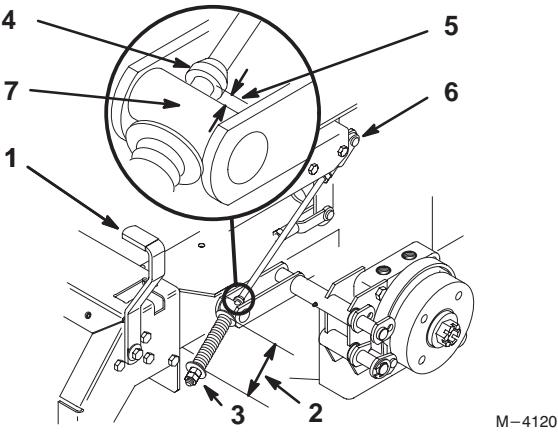

Figure 56
2. Mesurer la longueur du ressort entre les rondelles, qui devrait être de 70 mm (2.75") (Fig. 56).
3. Si un réglage est nécessaire, desserrer le contre-écrou sous le ressort et serrer l'écrou placé juste en dessous de la chape (Fig. 56) jusqu'à ce que la longueur mesurée soit correcte, puis resserrer le contre-écrou. Répéter l'opération du côté opposé de la machine.
6. Mesurer la distance entre le rouleau de tourillon et la collierette de la tringle de frein, qui devrait être de 5 à 7 mm (3/16"-1/4") (Fig. 56).
7. Si un réglage est nécessaire, desserrer le contre-écrou placé juste sous la chape, visser ou dévisser les écrous de réglage du bas jusqu'à ce que la longueur mesurée soit correcte (Fig. 56), puis resserrer le contre-écrou sous la chape.